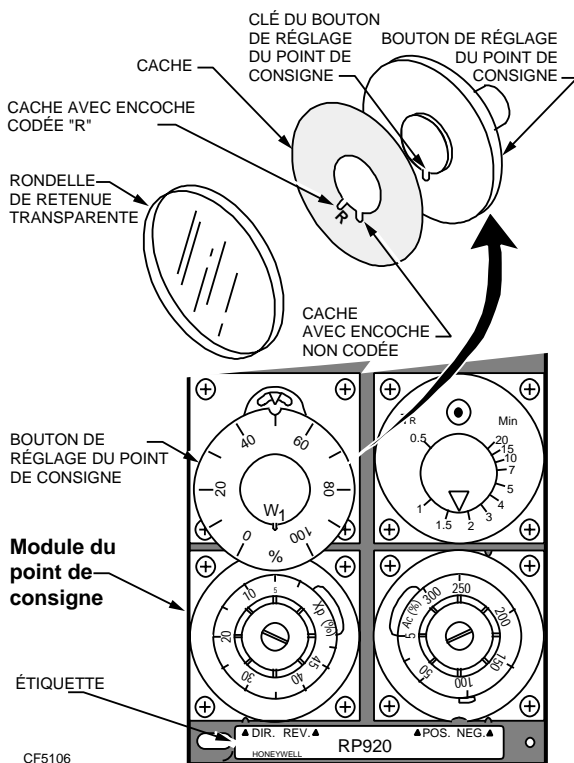

Fig. 7. Ajustement du point de consigne (W_1).
1. Si on utilise un cache, insérer ce cache entre le bouton de réglage du point de consigne et la rondelle de retenue transparente. Noter la position de la clé et de l'encoche non codée du cache (Fig. 7).
1. Ajuster le bouton du point de consigne (W₁) à 100 % (Fig. 7) ou à la valeur de consigne maximale souhaitée.
3. Dans le cas de régulateurs portant une étiquette américaine, noter la position de la clé et de l'encoche non codée du cache (Fig. 7). Dans le cas de régulateurs portant une étiquette allemande (RP920B,C,D), utiliser le cache portant une encoche identifiée par la lettre R lorsqu'un appareil avec réglage du point de contrôle est employé.